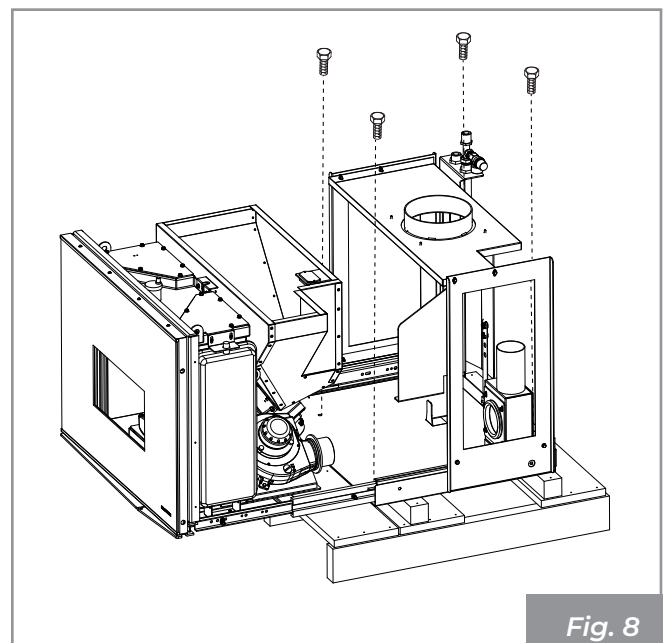

Fig. 8
- quite los tornillos de fijación de la base de la paleta y extraiga esta (**Fig. 8**).